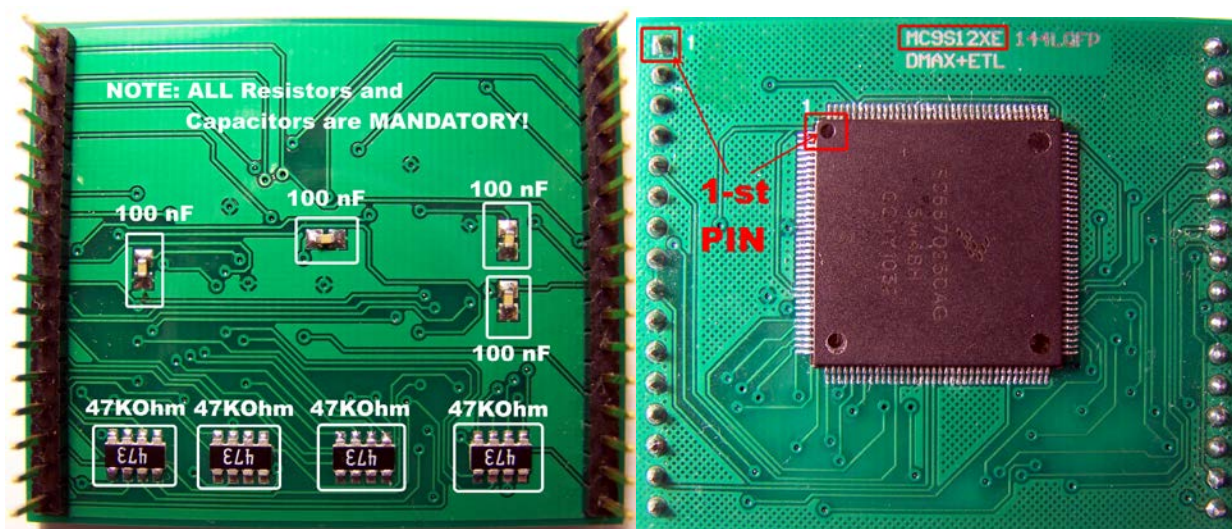

Figura 18. Tarjeta adaptadora MC9S12XE 144LQFP ensamblada
- Solde el MCU MC9S12XEP100 en el adaptador concerniente a la ubicación 1-st (Figura 18).